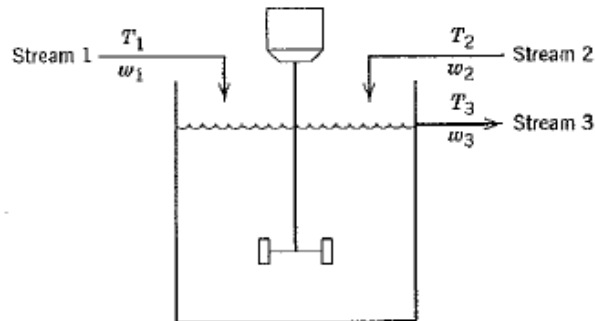

Figura 1 – Reator CSTR da questão 1.
1) Um reator CSTR, volume constante, tem duas correntes de entrada e uma corrente de saída de um fluido. A temperatura e vazão de cada corrente podem variar com o tempo. A Figura 1 mostra o tanque e as correntes do sistema em questão.